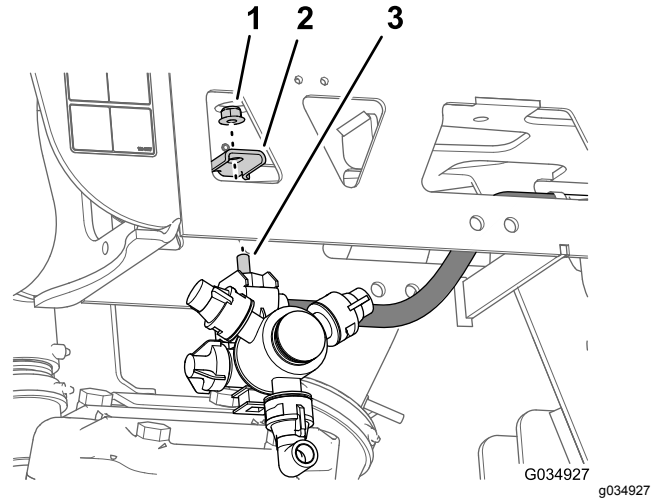

图 82
- 对另一外部桁架上的另一软管和喷嘴重复步骤 2 至 7 图 79 和 图 82。
1. 将喷嘴的六角头螺栓 5/16 x 3/4 英寸对准并穿过喷嘴固定架 图 82 中的孔使用在 12 卸下 3 喷洒臂段系统的喷嘴软管 (页码 25) 的步骤 1 和 4 中卸下的凸缘锁紧螺母 5/16 英寸将喷嘴松松固定到固定架上。